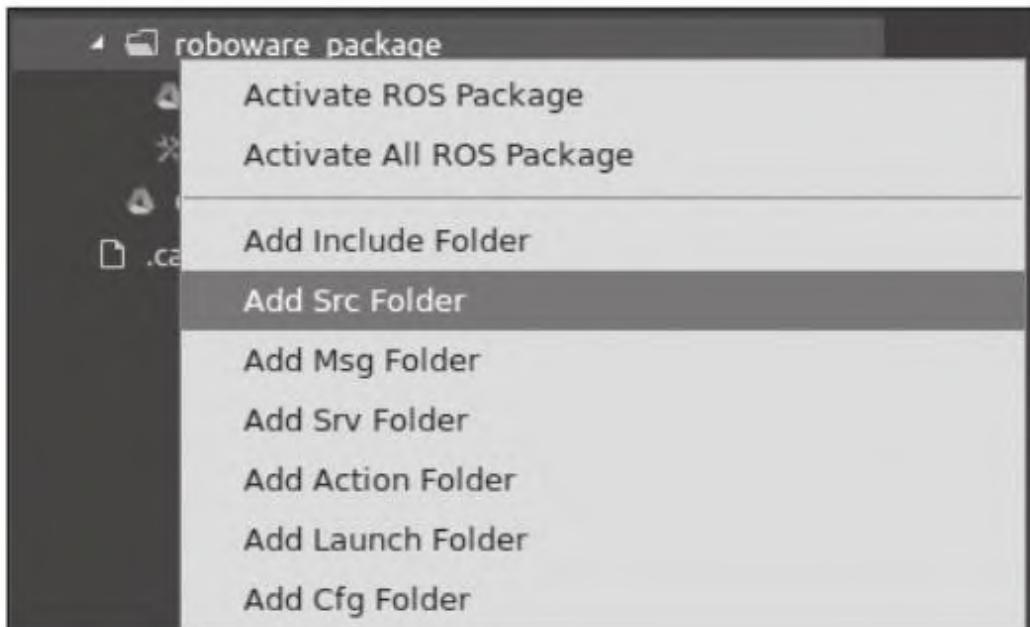

图15-4 在软件包中添加存放源代码的文件夹
2) 创建源代码文件夹。在资源管理器窗口中右击软件包的名称，然后选择Add Src Folder，如图15-4所示。